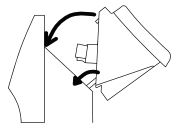

Рис. 4
2. Вставьте разъем электроподключения («папа») на блоке управления в соответствующий разъем («мама») на конвекторе. Обратите внимание, что он может быть вставлен только в одном положении, когда специальная защелка находится справа. Убедитесь, что соединение надежно и разъем блока управления полностью закреплен в конвекторе. Если разъем вставлен до конца, то должен раздаться щелчок (рис. 4).